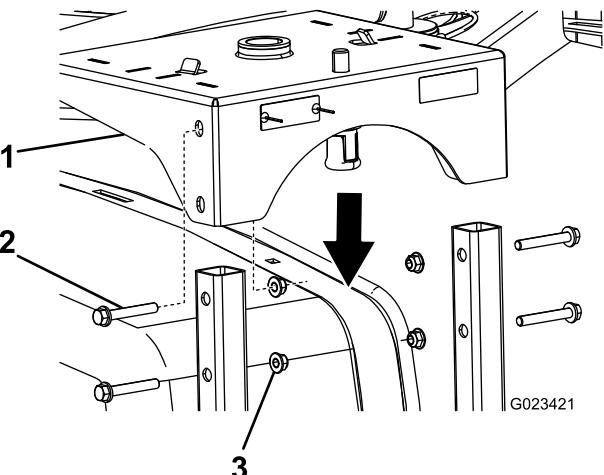

Figura 3
- Baje la base del carrete de la manguera sobre los bastidores del carrete de la manguera, y sujetelos con 4 pernos largos (3/8") y 4 tuercas con arandela prensada (3/8"), según se muestra en Figura 3.